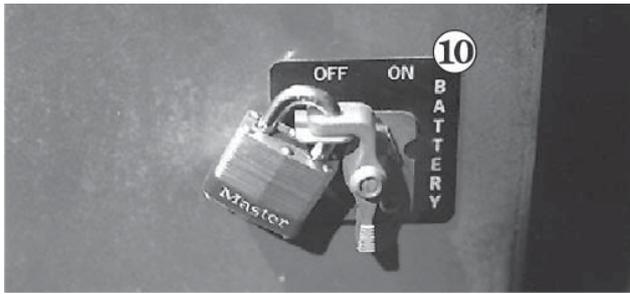

Abb. 10.7
2. Den **Batterieschalter** ⑩ (siehe Abb. 10.7) ausschalten und mit einem Vorhängeschloss sichern.